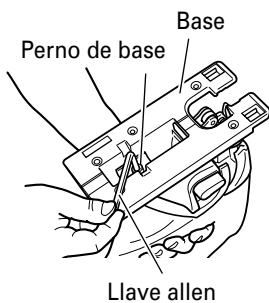
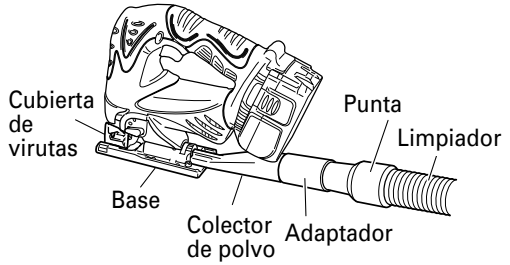

Fig. 15
Fig. 22
- (1) Afloje el perno de base con la llave allen provista en la base. (Fig. 15)
- (1) Afloje el perno de base con la llave allen provista en la base y mueva la base completamente hacia adelante. (Fig. 15, 16)
- (3) Apriete de nuevo el perno M5. (Fig. 15)
- (4) Ajuste la posición orbital a "0".
- (1) Retire la llave allen de la base.
- (2) Mueva la base completamente hacia adelante. (Fig. 15, 16)
- (3) Fije la cubierta de virutas.
- (4) Conecte el colector para polvo con el adaptador. (Fig. 22)
- (5) Conecte el adaptador con la punta del limpiador. (Fig. 22)